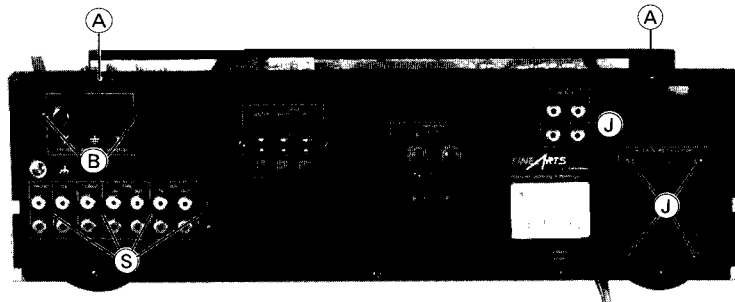

Fig. 2
- 2 Schrauben (B) herauserschrauben (Fig. 2).
- Undo 2 screws (B) (Fig. 2).
- 5 Schrauben ① heraus-schrauben (Fig. 2).
- Undo 5 screws ① (Fig. 2).
- Alle Schrauben in der Rückwand heraus-schrauben (Fig. 2) und Rückwand abnehmen.
- Undo all screws at the back (Fig. 2) and remove back.